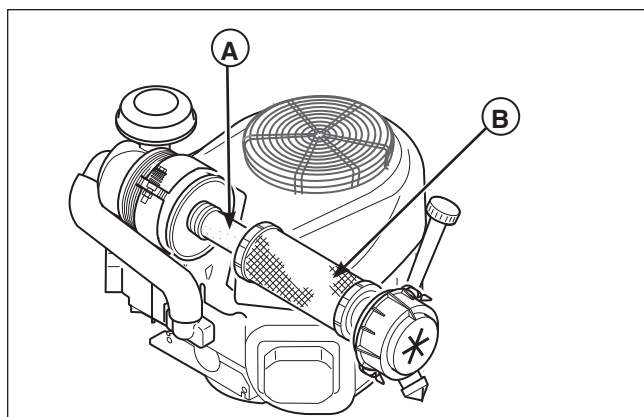

Figura 14. Elementi del filtro dell'aria
2. Tirandoli fuori, togliere l'elemento primario (B, Figura 14) e il secondario (A) dal corpo del filtro dell'aria.